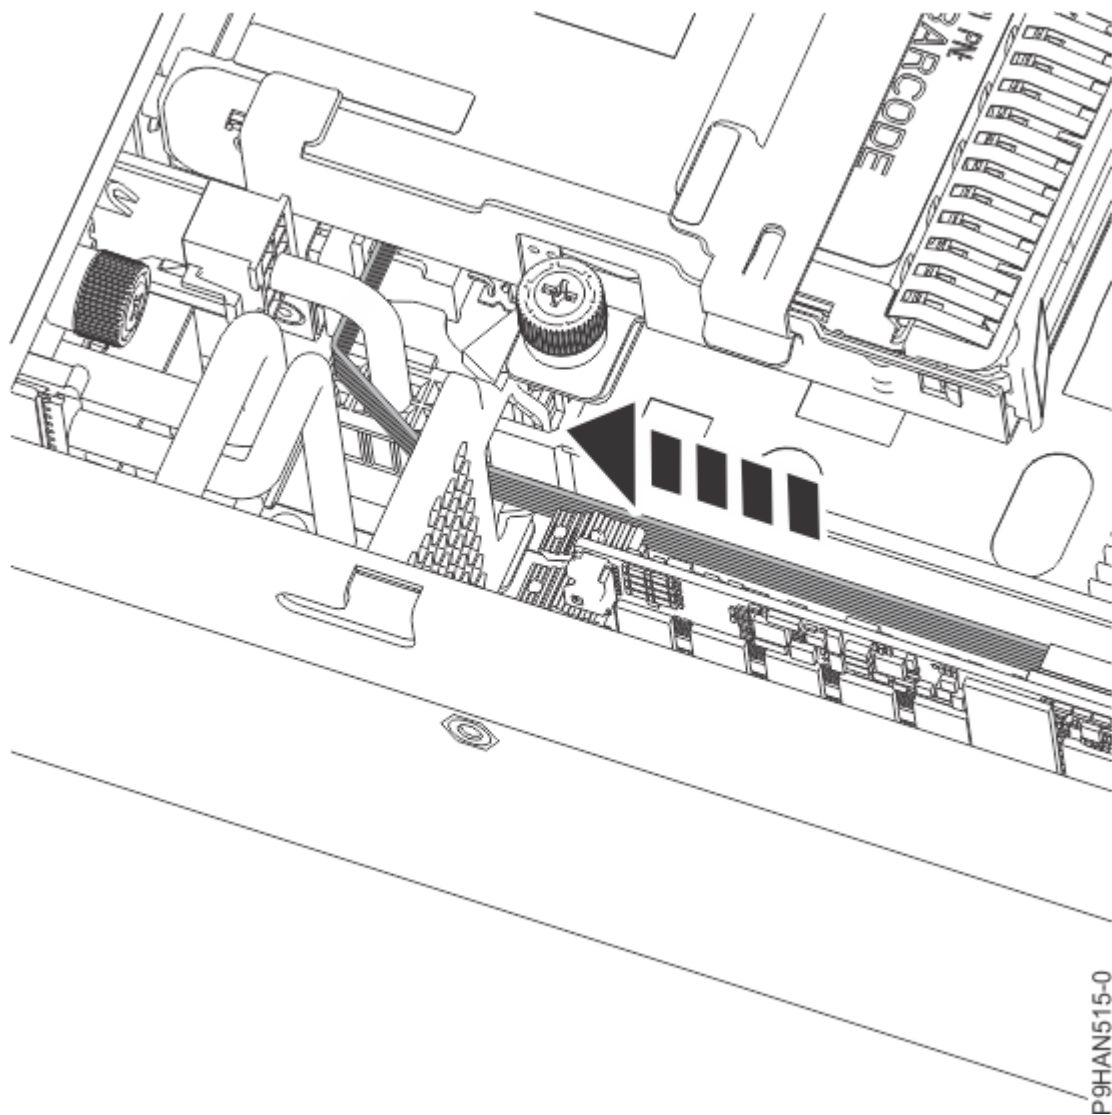

図 8. BPM ケーブルを前方に引き出す
- a) 10 ページの図 8 に示されている方向に向かって BPM ケーブルを前方に約 5 cm 引き出して、BPM ケーブルに遊びを持たせます。